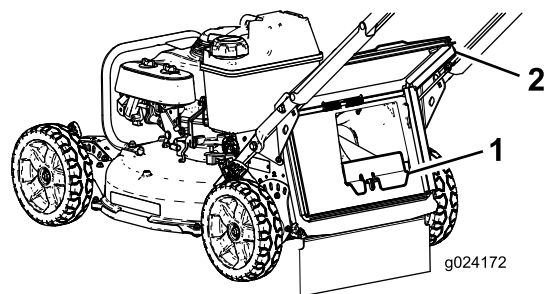

Figure 18
- Si l'obturateur de goulotte arrière n'est pas en place, saisissez-le par la poignée, soulevez le volet arrière, et insérez-le dans la goulotte arrière jusqu'à ce que le verrou s'enclenche; voir Figure 18.
1. Volet arrière 3. Cran (2)
2. Extrémité de la tige du bac (2)
3. Retirez l'obturateur d'éjection arrière en appuyant sur le verrou avec le pouce et en tirant l'obturateur hors de la machine (Figure 18).